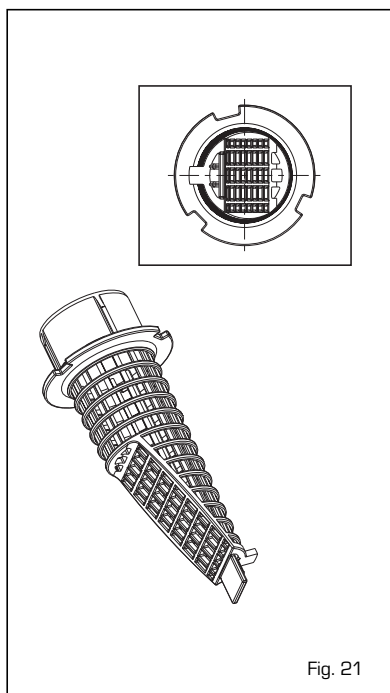

Fig. 21
4.5.2 Pulizia filtro acqua riscaldamento (fig. 21)